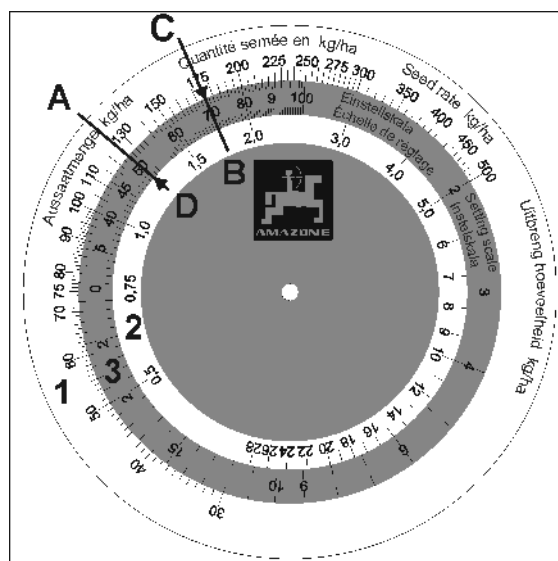

Fig. 40
Die Rechenscheibe besteht aus drei Skalen: einer äußeren weißen Skala (Fig. 40/1) für alle Aussaatmengen über 30 kg/ha und einer inneren weißen Skala (Fig. 40/2) für alle Aussaatmengen unter 30 kg/ha. Auf der mittleren, farbigen Skala (Fig. 40/3) sind die Getriebestellungen von 1 bis 100 angegeben.
2. Die Aussaatmenge 125 kg/ha (Fig. 40/A) und die "Getriebestellung 50" (Fig. 40/B) auf der Rechenscheibe übereinander stellen.
3. Lesen Sie nun auf der Rechenscheibe die Getriebestellung für die gewünschte Aussaatmenge von 175 kg/ha ab (Fig. 40/C). In unserem Beispiel ist das die "Getriebestellung 70" (Fig. 40/D).
1. Vor der Entleerung des Saatgut-Behälters Auffangeimer unter die Öffnungen der Entleerungsrohre (Fig. 40/1) stellen.